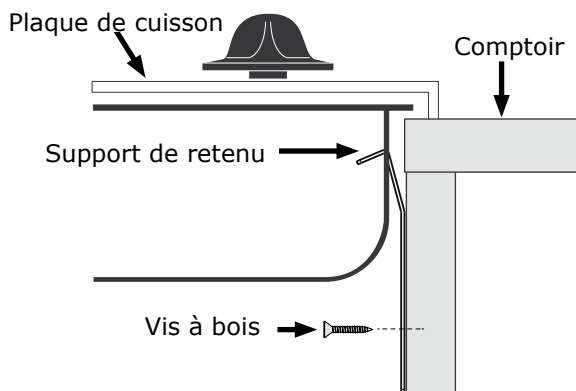

Figure 6a
3. Si vous utilisez le support d'installation de type 1, insérez le support angulaire comme indiqué ci-dessous (Fig. 6a):
4. Une fois la table de cuisson installée, insérez le support d'angle dans la fente de chaque côté de l'appareil comme indiqué (Fig. 6a) vis à bois pour fixer l'unité vers le bas.